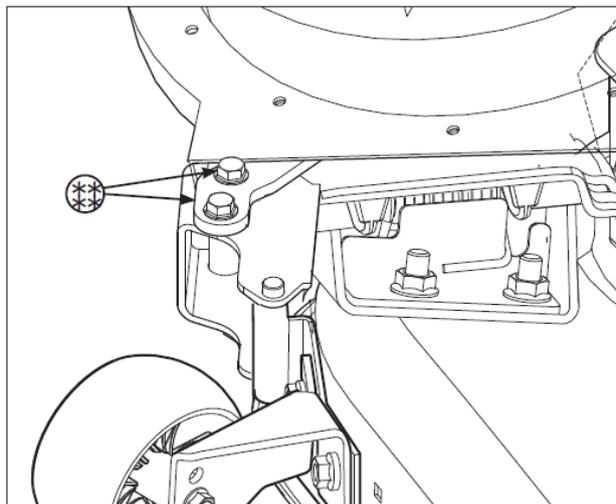

図 24
5. 図 24 に示されているように、ブLOWER Assy のボルトとナット(****)をしっかり締めてください。